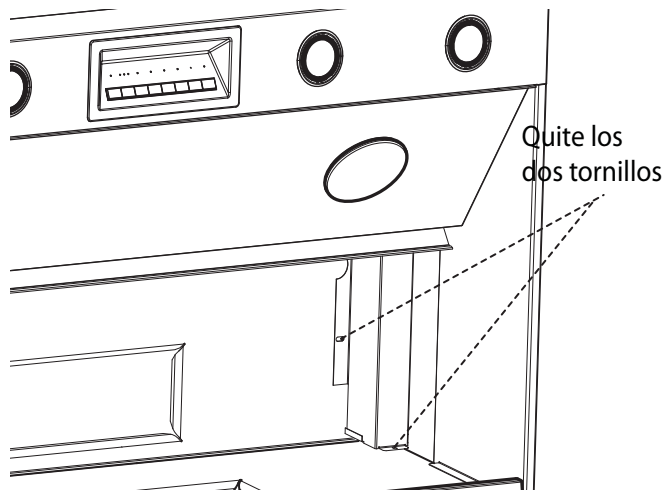

Figura 12: Placa de la caja de conexiones
1. Quite la placa de la caja de conexiones que cubre los cables (*Figura 12 en la página 11*).
2. Quite las entradas que puedan hundirse detrás de la caja de conexiones (*Figura 12 en la página 11*).